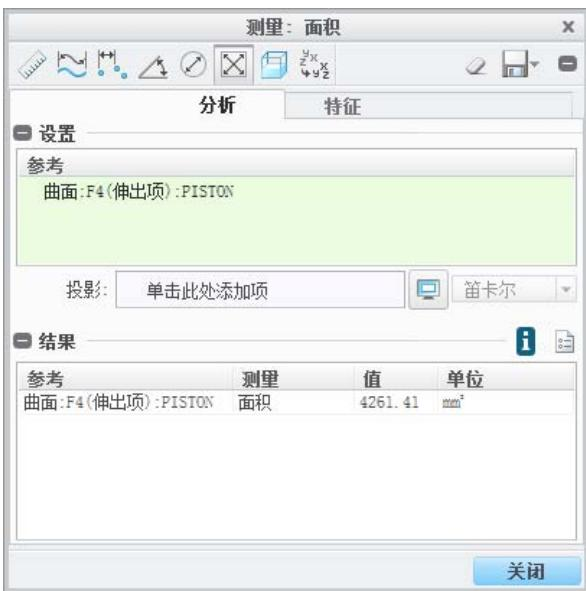

图 8.2.2 “测量：面积”对话框
(1) 在模型树中选取 CYLINDER_HEAD.FRT 并右击，从快捷菜单中选择 隐藏 命令。
(2) 选择命令。选择 分析 功能选项卡 测量 ▾ 区域中的“测量”按钮 ，系统弹出“测量：汇总”对话框；单击其中的“面积”按钮 ，展开“测量：面积”对话框，如图 8.2.2 所示。